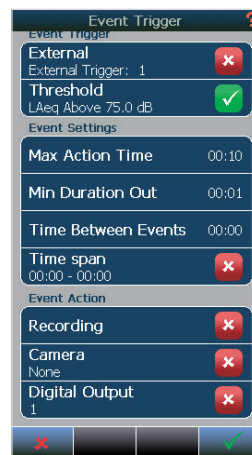

図15.2
4. 「イベントトリガ」メニューで、カメラに適したトリガレベルを設定し、カメラをONにします。図15.2を参照してください。